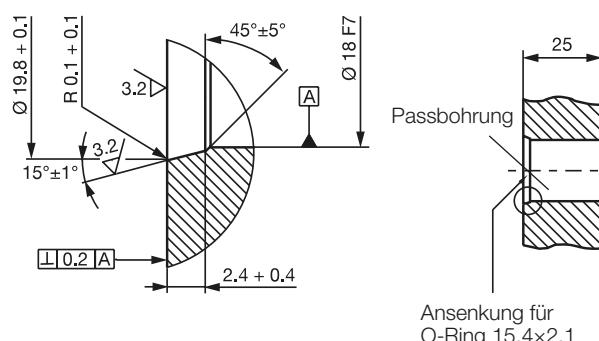

Bild 4-3: Passbohrung für die Montage des BTL mit O-Ring
**Passbohrung:** Die Anlagefläche des BTL-Gehäuses muss vollständig an der Aufnahmefläche anliegen. Der passende O-Ring muss die Bohrung perfekt abdichten, d.h. die Ansenkung für den O-Ring muss Bild 4-3 entsprechend gefertigt werden.